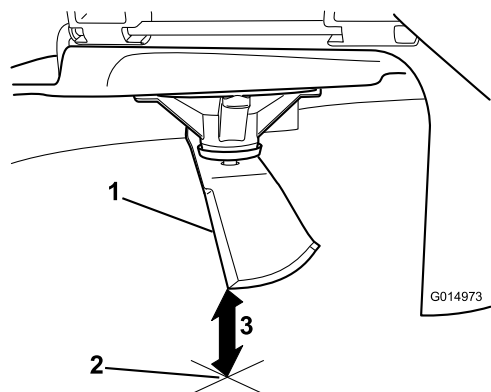

Figura 91
5. Mida desde la punta de la cuchilla hasta la superficie plana (**Figura 91**).